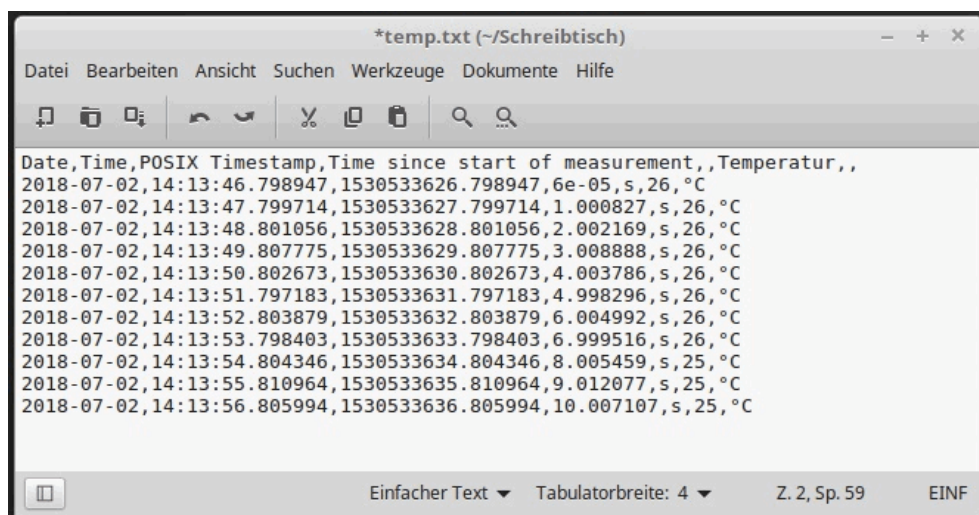

Abbildung 7: Ausgabedatei der aufgenommenen Messpunkte
Die Messpunkte werden sofort im Diagramm (6) angezeigt, welches aber nur zur momentanen Visualisierung dient. Die Messwerte müssen anschließend in einem geeigneten Auswerteprogramm (z.B. SciDAVis oder QTI-Plot) ausgewertet werden. Das Programm kann auch mehrere Parameter gleichzeitig messen. Die verschiedenen Parameter werden in getrennten Diagrammen untereinander angezeigt. In der Ausgabedatei werden für jede Messgröße 2 neue Spalten hinzugefügt, eine für den Messwert, die andere für die Einheit. Abb. 7 zeigt die Ausgabedatei einer Temperaturmessung.
Im Falle der in Abb. 7 angezeigten Temperaturmessung wird in der vierten Spalte die Zeit seit Beginn der Messung gespeichert und in der fünften Spalte die zugehörige Einheit (s). In Spalte 6 und 7 werden die gemessenen Temperaturwerte und die zugehörige Einheit (°C) aufgelistet. Für jede weitere parallel gemessene Messgröße folgen dementsprechend weitere 2 Spalten.